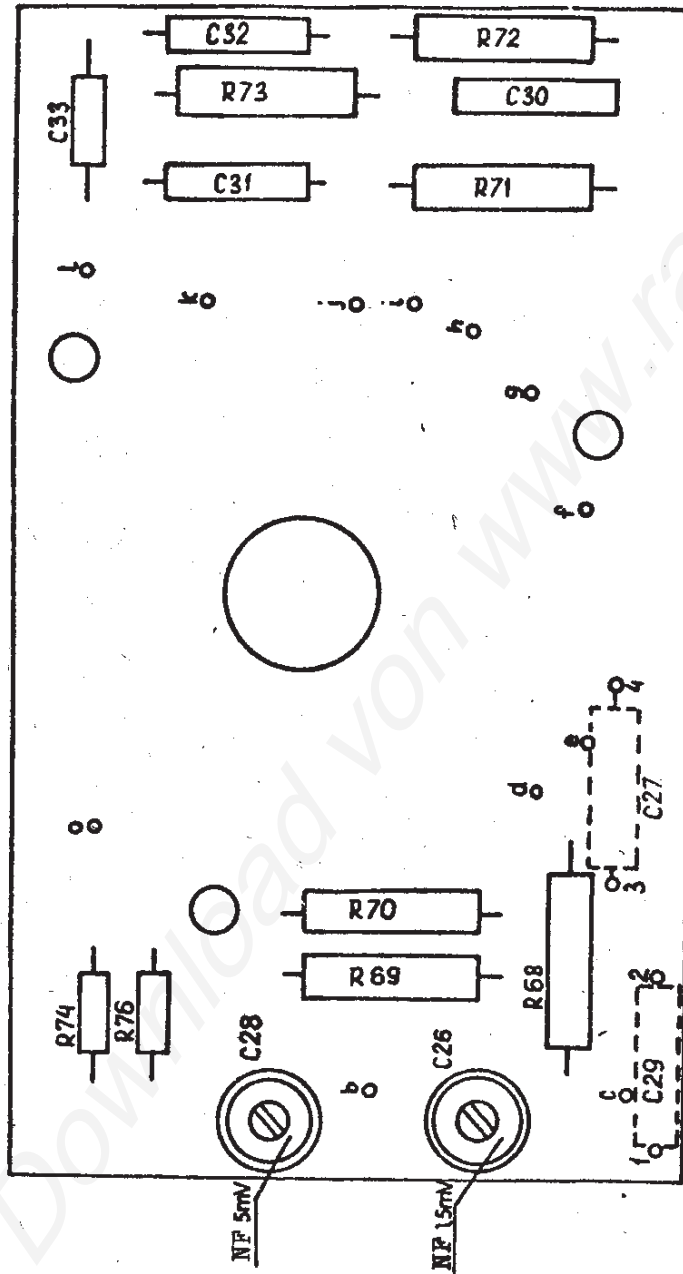

Abb.10 Umschalter /Kopplungsteil/
- im 5 mV-Bereich - mittels Trimmer  $C_{28}$  am Kopplungsumschalter /Abb. 10/,
- im 1,5-mV-Bereich - mittels Trimmer  $C_{26}$  am Kopplungsumschalter /Abb. 10/,